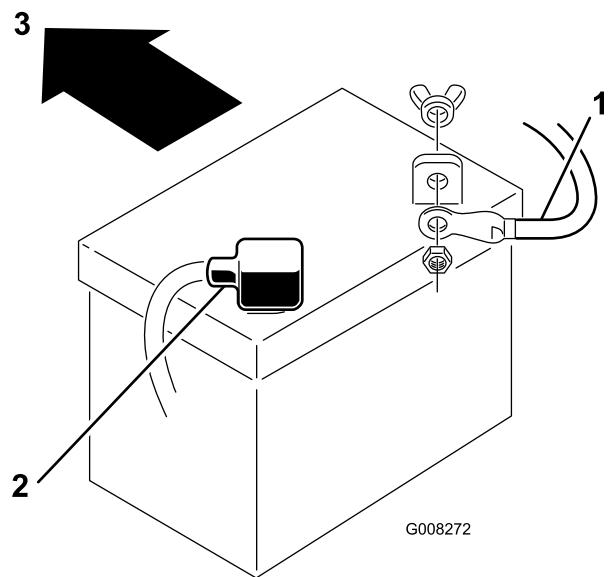

Figura 32
7. Staccate il cavo negativo (nero) di terra dal polo della batteria (Figura 32).
- 9. Staccate il cavo positivo (rosso) dal polo della batteria (Figura 32).
- Collocate la batteria sullo chassis volgendo i poli verso il parte posteriore del trattore (Figura 32).
- Utilizzando il bullone ed il dado ad alette, collegate il cavo positivo (cappuccio rosso) al polo positivo (+) della batteria (Figura 32). Infilate il cappuccio di gomma sul polo della batteria.
- Utilizzando il bullone e il dado ad alette, collegate il cavo negativo (nero) al polo negativo (-) della batteria (Figura 32). Infilate il cappuccio di gomma sul polo della batteria.